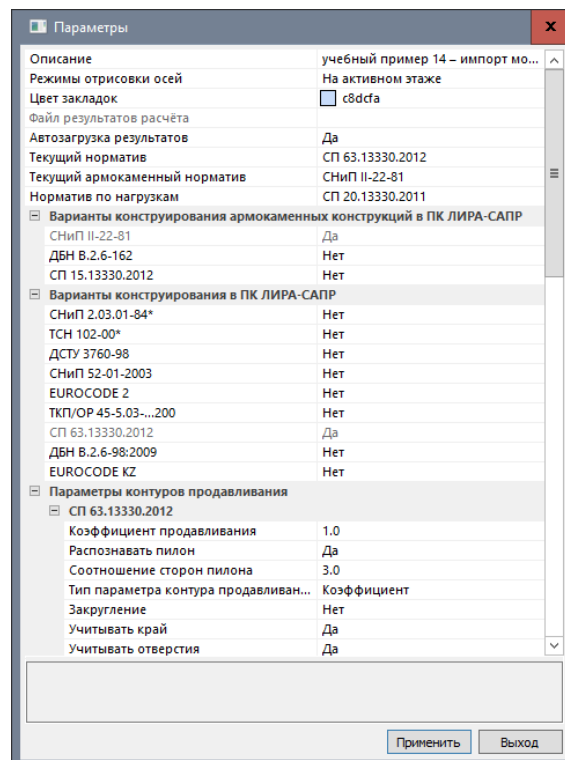

Рис.14.19. Диалоговое окно **Свойства проекта**
- Вызовите диалоговое окно **Параметры** (рис.14.19) щелчком по кнопке  - **Свойства проекта** (панель **Проект** на вкладке **Создание**).